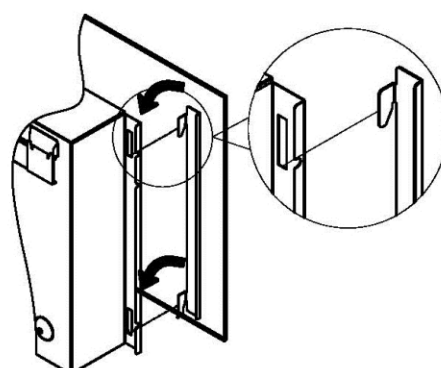

Fig.4
- Setzen Sie die vordere Glasscheibe auf die Vorderseite des Heizgeräts und richten Sie die Haken an jeder Seite der Glasscheibe mit den Schlitz an jeder Seite des Heizgeräts aus - siehe Fig. 4. Schieben Sie dann die Glasscheibe in die richtige Position. Auch für diesen Vorgang werden zwei Personen benötigt.